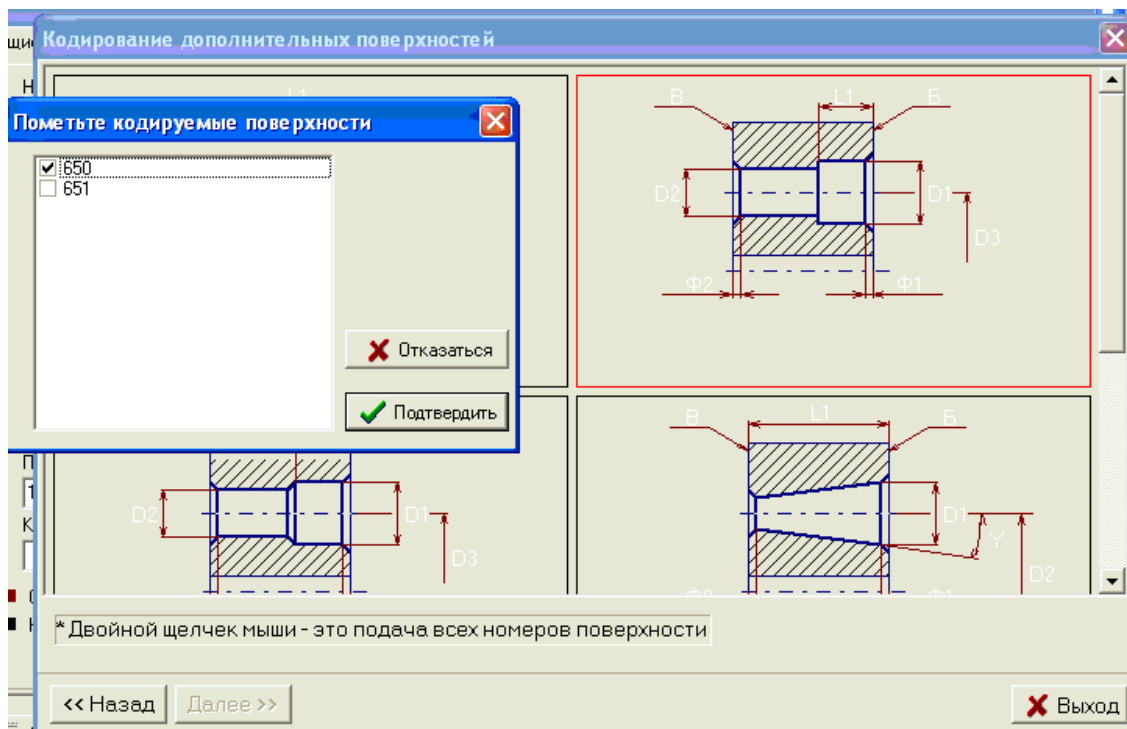
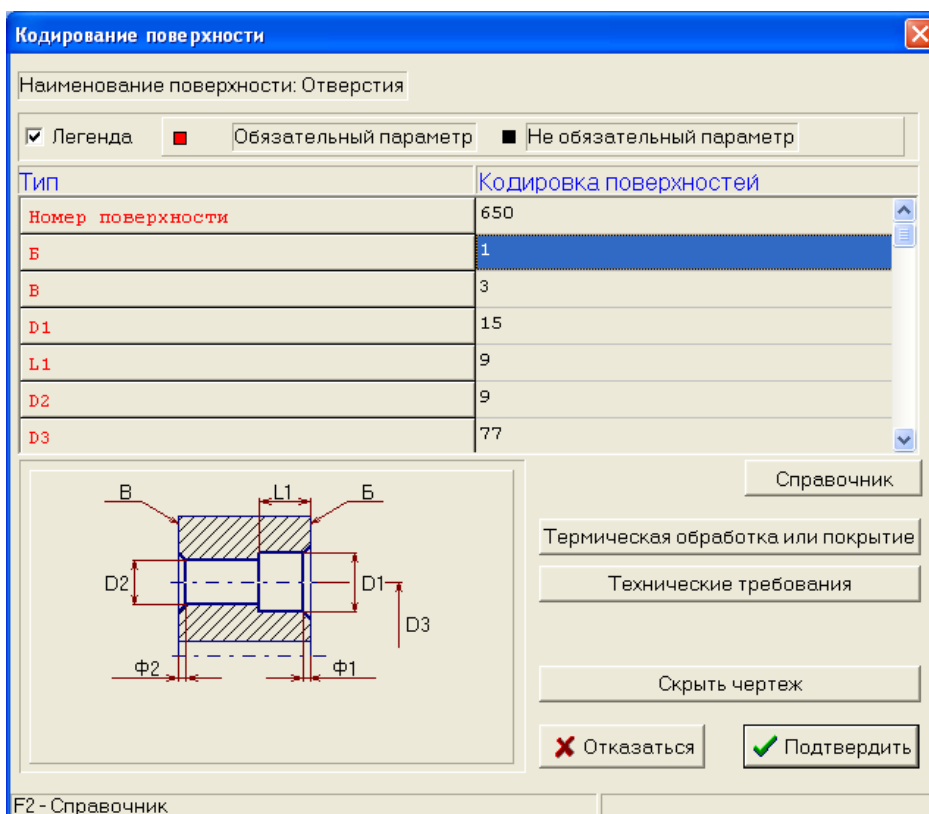

Рисунок 9
Рисунок 10
**Дополнительные поверхности** - в данном случае 6 гладких отв., 3 резьбовых и торцовая канавка. Выбираем поверхность из предложенных слайдов, отмечаем трехзначный номер (Рисунок 9), заполняем сценарий (Рисунок 10).